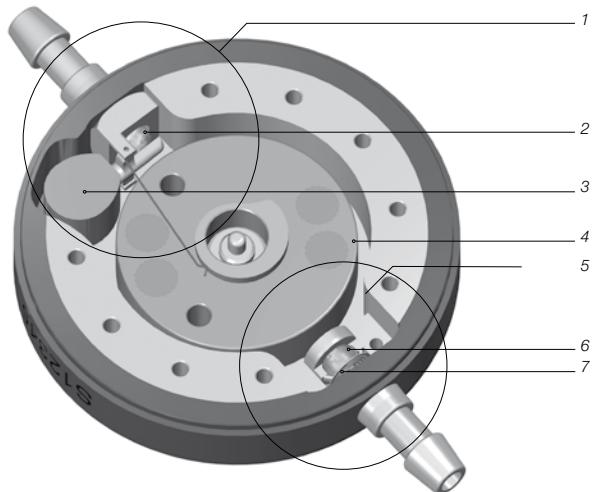

Fig. 1: Sección transversal de la M.blue
La M.blue es una válvula fabricada en titanio. Se compone de una unidad gravitacional ajustable y de una unidad de presión diferencial (fig. 1). La unidad gravitacional (1), situada en el extremo proximal de la válvula, lleva un contrapeso de tántalo (3) que retiene una esfera de zafiro en el asiento de la esfera por medio de una palanca (2). En función de la posición corporal del paciente va cambiando la influencia del contrapeso de tántalo sobre la esfera de zafiro y, con ello, la presión de apertura de la válvula. Mediante un rotor (4) se puede ajustar a través de la piel la pretensión del muelle de varilla que va unido a la palanca. De esta forma se puede regular la influencia del contrapeso de tántalo sobre la esfera de zafiro y, con ello, la presión de apertura de la válvula.